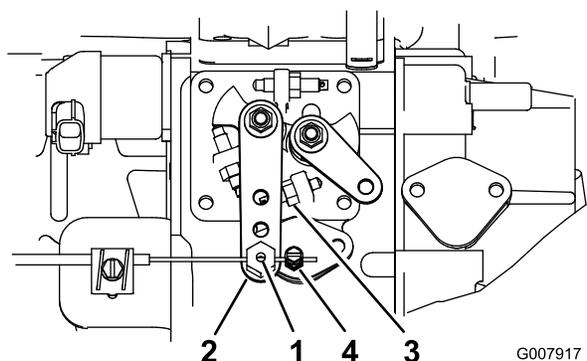

Figura 58
2. Allentate il raccordo del cavo dell'acceleratore, sul cavo dell'acceleratore, vicino alla leva della pompa di iniezione (Figura 58).
3. Tenete la leva della pompa di iniezione contro il fermo della minima superiore (Figura 58).